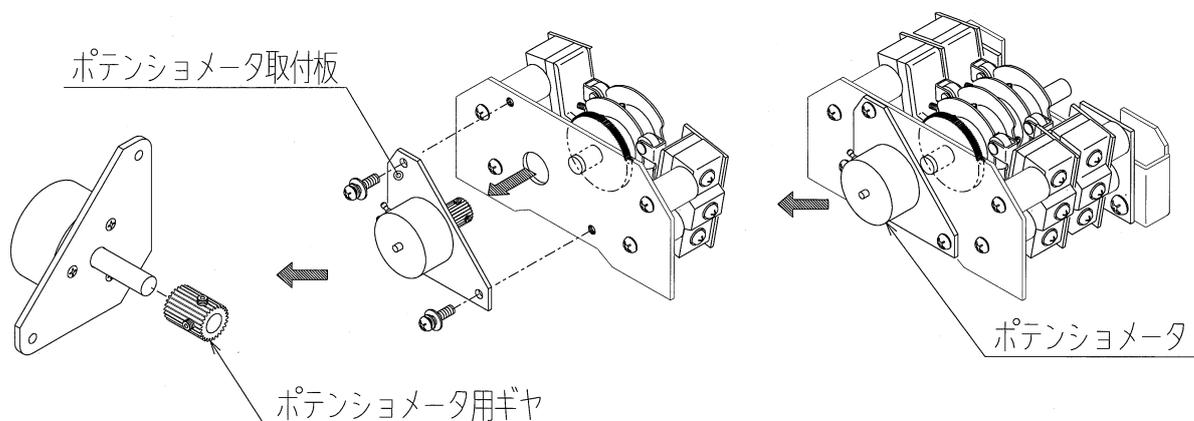

図10：ポテンシオメータの取り外し
(1) ポテンシオメータの交換要領 (制御動作C形、巻線抵抗形ポテンシオメータ135Ωの場合)
- ①コントロールモータを電動動作で全閉位置とし電源を遮断します。
- ②コントロールモータのスイッチカバーを外します。
- ③端子箱カバーを外し、端子BM, RM, WMに接続されている外部配線を解線します。
- ④端子RM-WM間にテスタ (抵抗レンジ) をあて抵抗値を測定、記録します。
- ⑤ポテンシオメータ本体の3端子に接続されているリード線色と端子番号を記録します。
- ⑥ポテンシオメータの端子付近からリード線を切断します。
- ⑦ポテンシオメータ取付板を取り外します。(図10参照)
- ⑧ポテンシオメータに付いているギヤを外し、ポテンシオメータを取付板から取り外します。